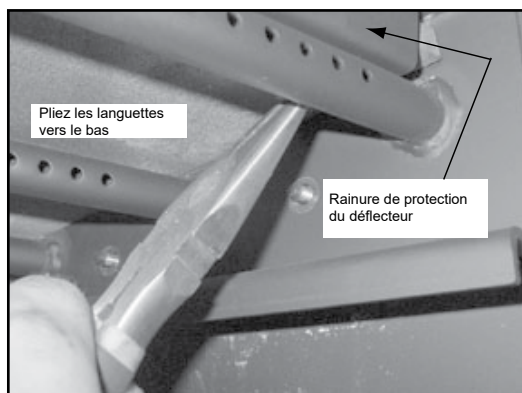

Figure 24.2
2. Retirez l'ensemble de protection du déflecteur en pliant l'arrière des déflecteurs à l'aide de pinces à nez effilé situées à la droite et à la gauche de la couverture de protection. Soulevez légèrement le couvercle et tirez vers l'avant et hors de la boîte à feu (Figure 24.2).